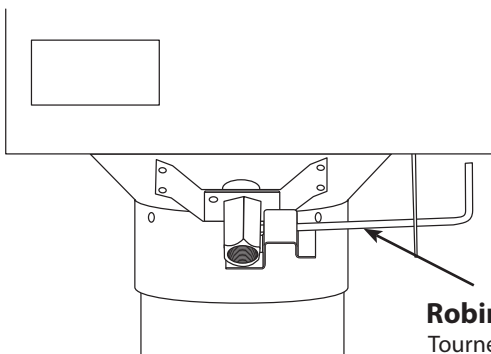

FIGURE 2
- Vérifiez que le robinet de vidange est fermé. (Voir figure 2).